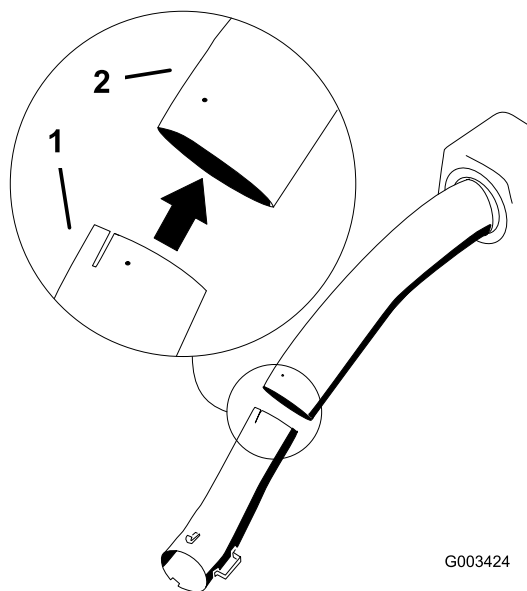

Bild 24
7. Setzen Sie das untere Rohr in das obere Rohr ein (Bild 24).